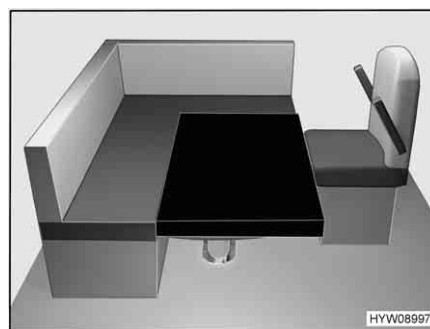

Fig. 107 Dopo la trasformazione
- Posizionare il cuscino aggiuntivo sul tavolo come mostrato in Fig. 107. Gli angoli arrotondati sono indicati in avanti a destra.